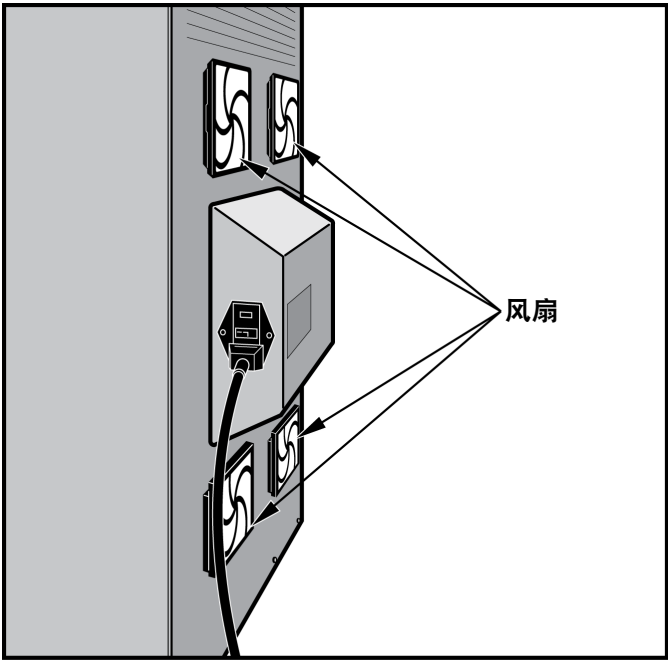

图 9-18. GeneXpert GX-XVI R1 仪器（已调整到方便风扇维护的位置）
3. 如果无法接近仪器背面，可向周围滑动仪器，这样就可以轻松地接近过滤器盖。参见图 9-18。